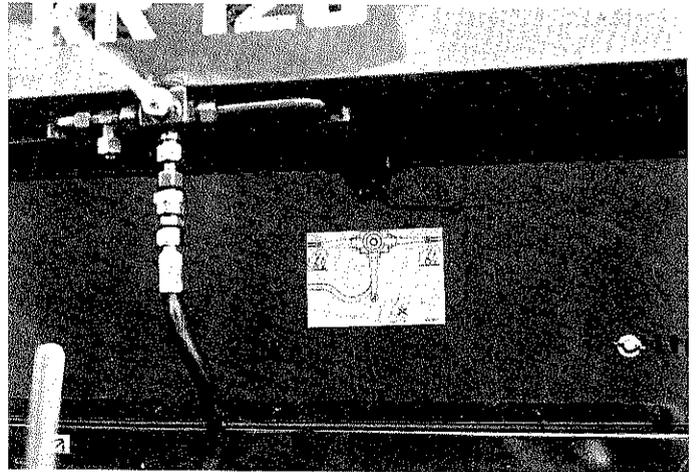

Abb. 1
5. Nicht unter die geöffnete hintere Klappe treten. Sollte dieses unumgänglich sein, unbedingt vorher den Kugelhahn (x) hinten unter dem Garnkasten absperren (Abb. 1). Bild 1 zeigt Kugelhahn in Absperrstellung!